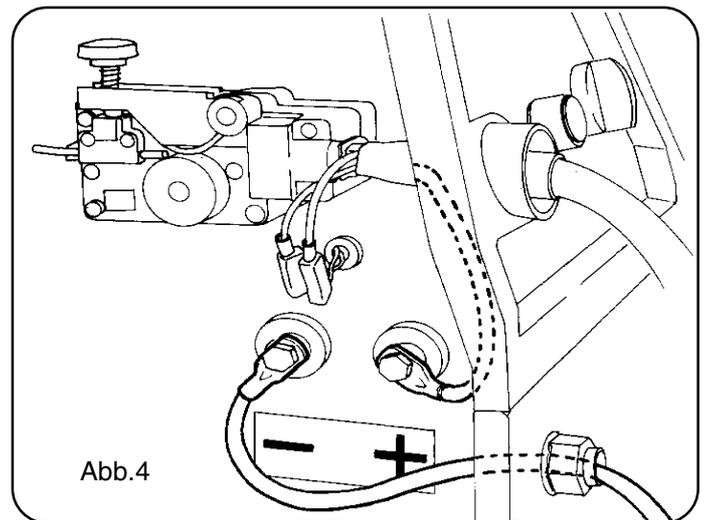

Abb.4
Die Leitungen wie in der Abbildung 4 gezeigt anschließen. Die Schweißspannung mit dem Drehknopf des Wechselschalters (24) einstellen.